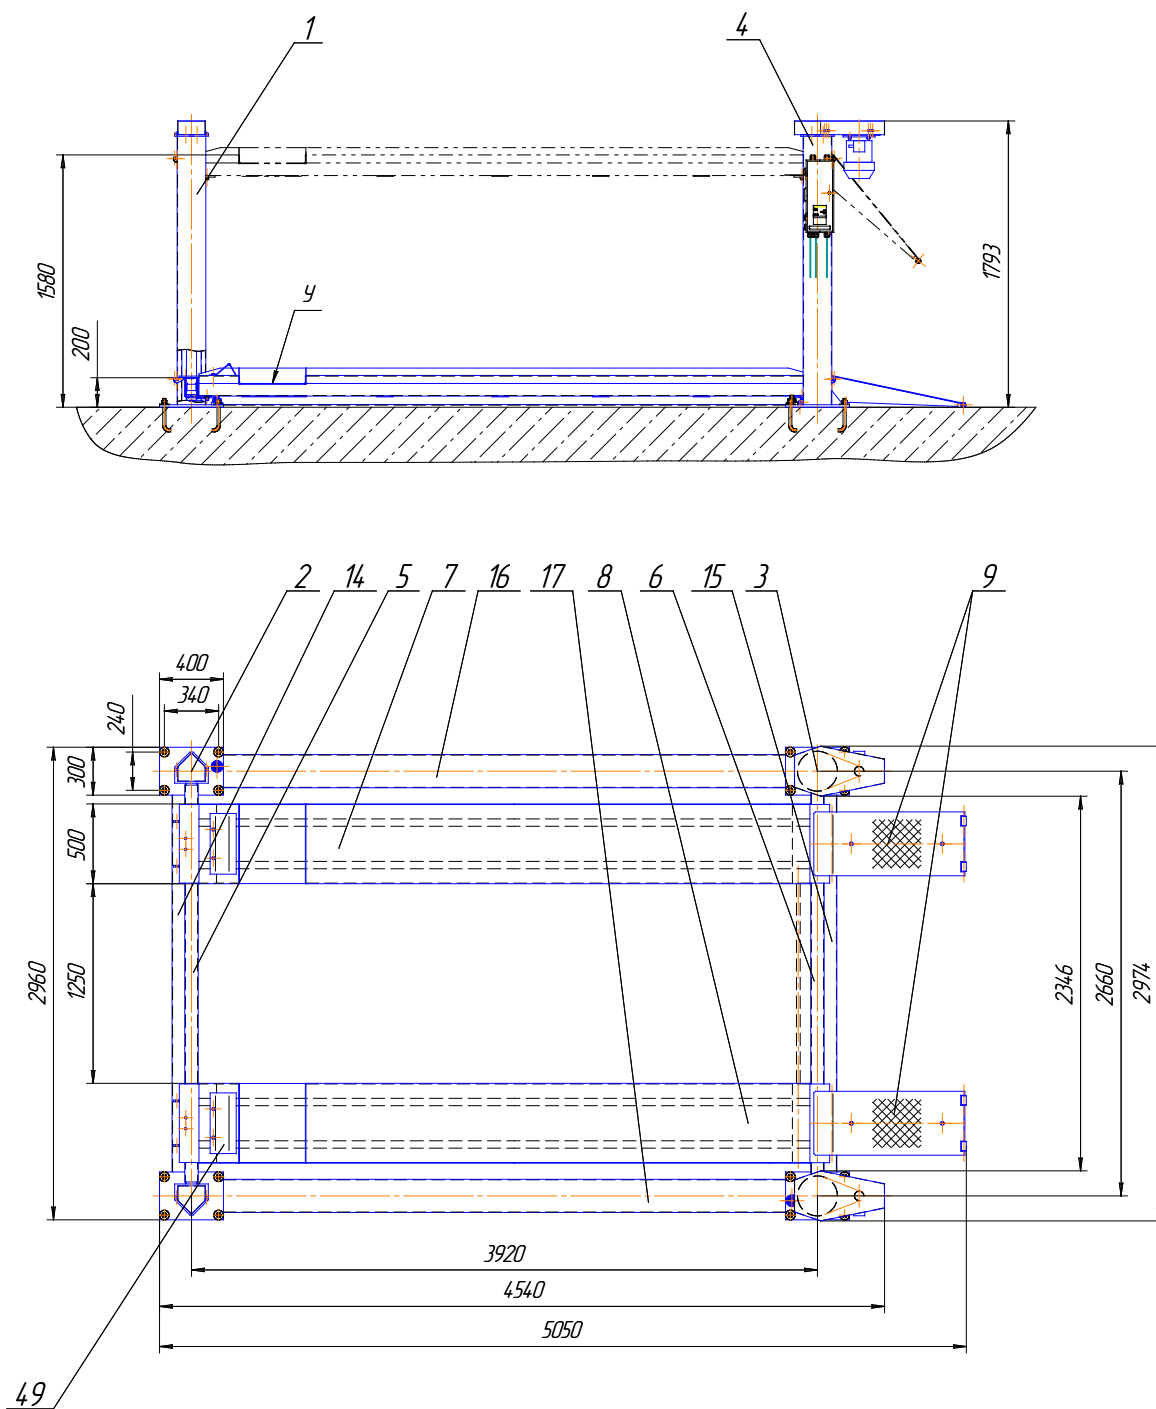
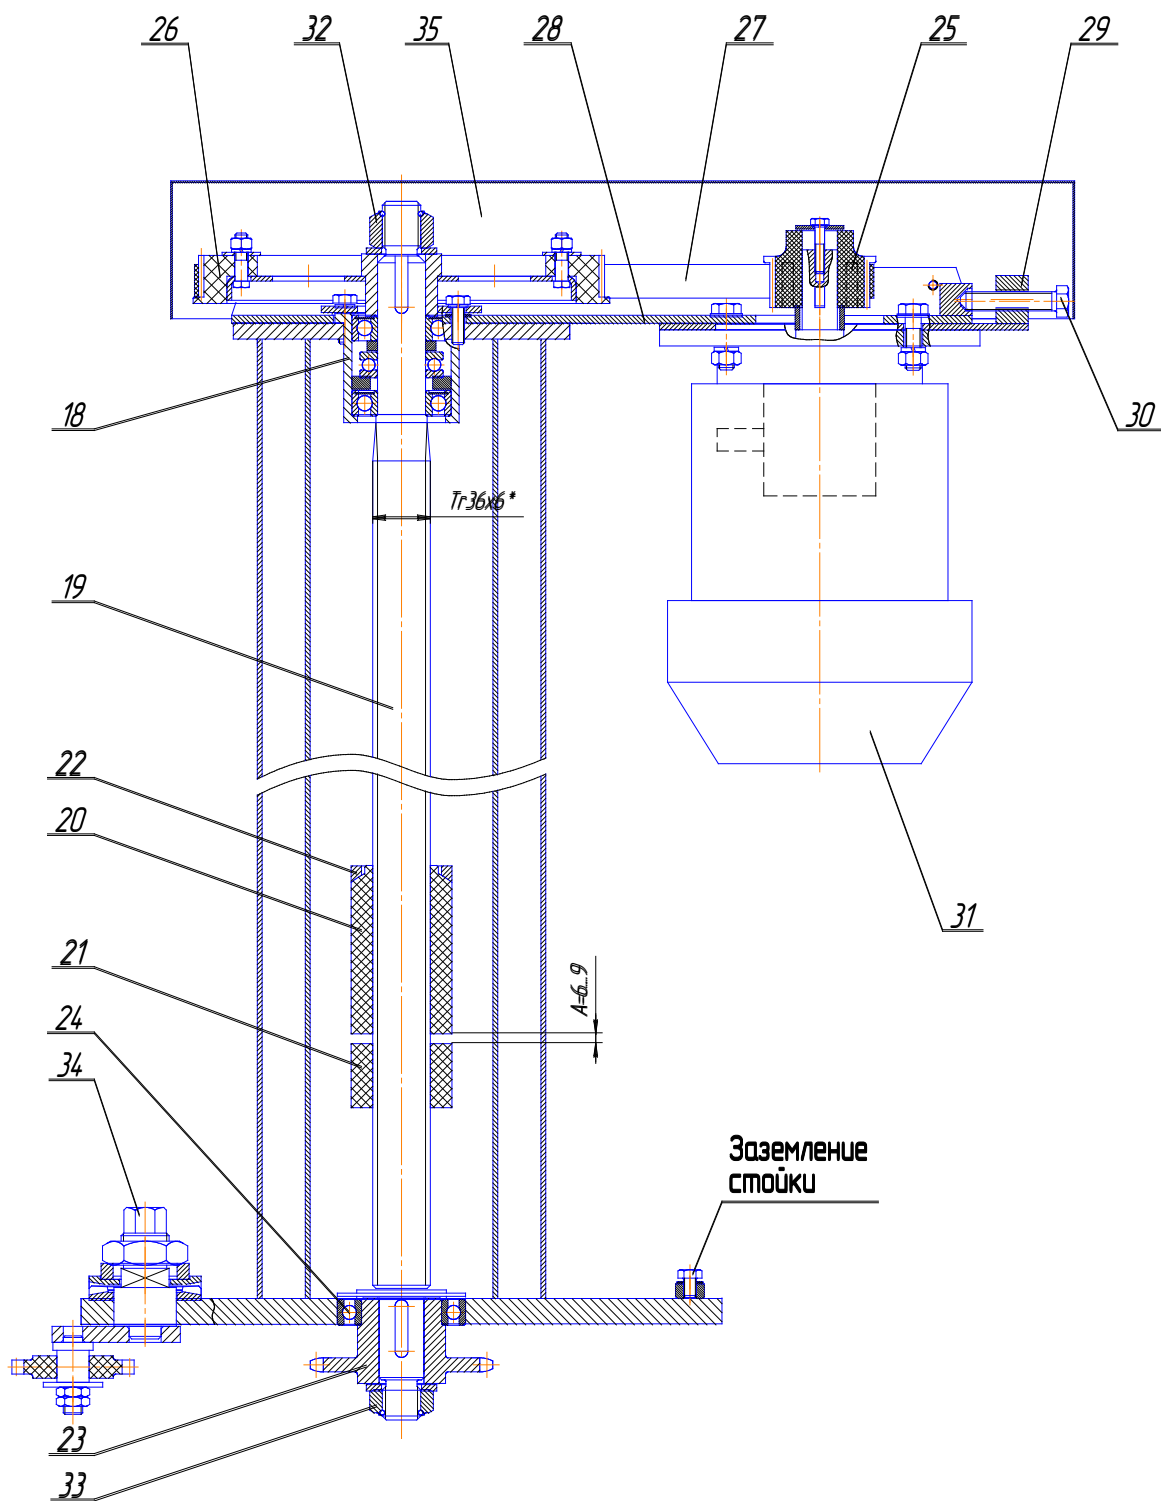

Рис. 1. Общий вид
Рис. 2. Стойка моторная
На верхней плите каждой стойки установлен опорный подшипниковый блок поз. 18 (см. рис. 2), на котором подвешен грузовой винт поз. 19.
На стойках поз. 2 и поз. 4 (см. рис. 1) в основании установлены натяжители цепи поз. 34 (см. рис. 2).
5.4. Трапы грузовые. (Рис. 1, 5)
5.5. Трапы въездные. (Рис. 1, 5)
Цепная передача размещена в 4-х лотках поз. 10, 11, 12, 13, которые устанавливаются в углублениях пола. Лотки закрываются настилами поз. 14, 15, 16, 17 (см. рис. 1). Цепь поз. 43 связывает грузовые винты всех стоек через звездочки поз. 23.